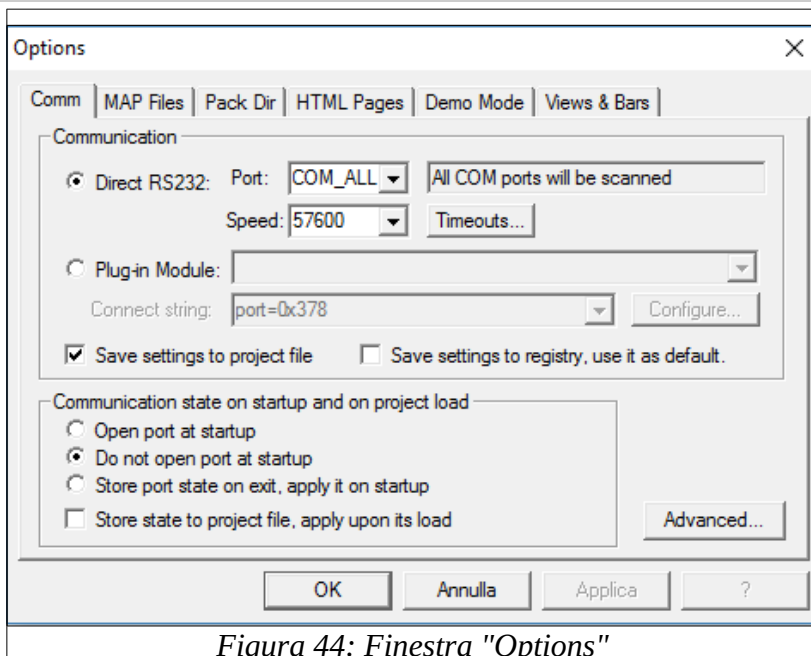

Figura 44: Finestra "Options"
- Impostare i valori come nella Figura 44.